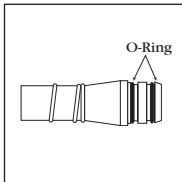

Ilustración 9
• **Solución:** Retire el tubo de descarga y reemplace los o-rings. (Vea la ilustración 9)